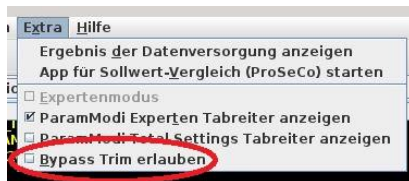

Bild 10: Bypass-Trim
- Bypass-Trim nach Anwahl bei geeigneten Geräteparameter möglich (Bild 10)